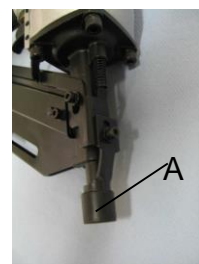

Fig. 4
2. Scoateți capul ajutorului (poz. A, fig. 4) și capacul magaziei de cuie. Scoateți cuiile din magazie.
4. Îndepărtați cuiile sărite sau blocate cu un clește cu fălci lungi. (Poz. A, fig. 4).